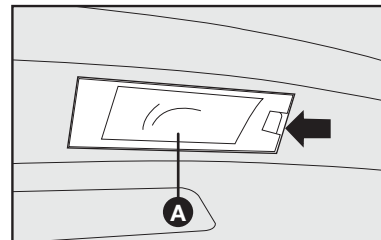

fig. 25
LUZ DE PLACA - fig. 25 e 26
- retirar o porta-lâmpadas **A-fig. 25** utilizando uma chave de fenda (não fornecida) no ponto indicado pela seta **fig. 25**, cuidando para não arranhar a pintura;